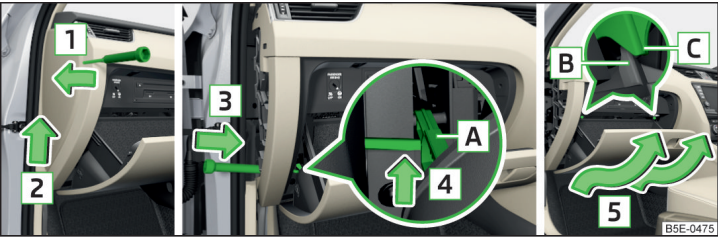

Fig. 215 Compartimento guardaobjetos en el lado del acompañante: conducción a la derecha
- Introduzca un destornillador debajo de la cubierta lateral » fig. 215.
- Introducir el tope [B] del compartimiento guardaobjetos detrás de los apoyos [C] » fig. 215.